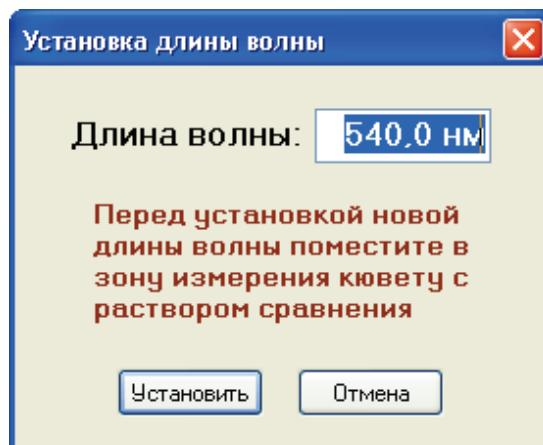

Рисунок 7 - Окно установки длины волны.
- Окно отображения установленной длины волны.** В правой части этого окна находится кнопка ручной установки длины волны. При ее нажатии на экране появляется окно установки длины волны (Рисунок 7). После нажатия кнопки «Установить» будет установлена заданная длина волны и автоматически выполнена операция калибровки 0 оптической плотности (100% пропускания), поэтому перед выполнением установки рекомендуется поместить в зону измерения кювету с раствором сравнения. В противном случае перед измерением вам будет необходимо установить раствор сравнения и выполнить калибровку нуля нажатием кнопки **Нуля** на панели управления. При отсутствии связи с прибором окно отображения длины волны окрашено в черный цвет, а кнопка установки длины волны заблокирована.